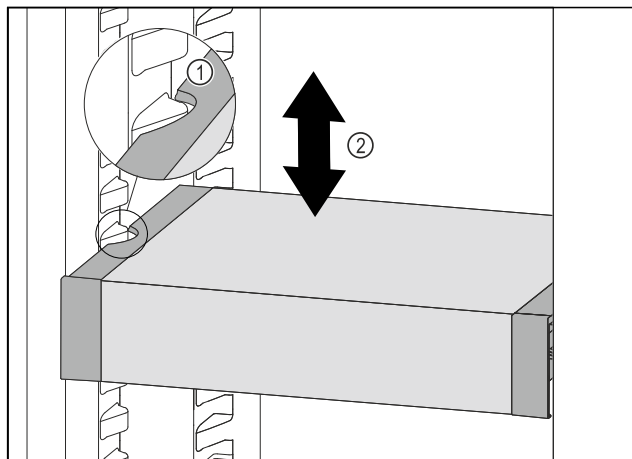

Fig. 108
- ▶ Tirare VarioSafe in avanti fino a quando le cavità laterali di VarioSafe non si trovano al livello della nervatura del contenitore nel vano frigorifero. Fig. 108 (1)
- ▶ Spostare VarioSafe verso l'alto o verso il basso nel vano frigorifero fino a raggiungere l'altezza desiderata. Fig. 108 (2)